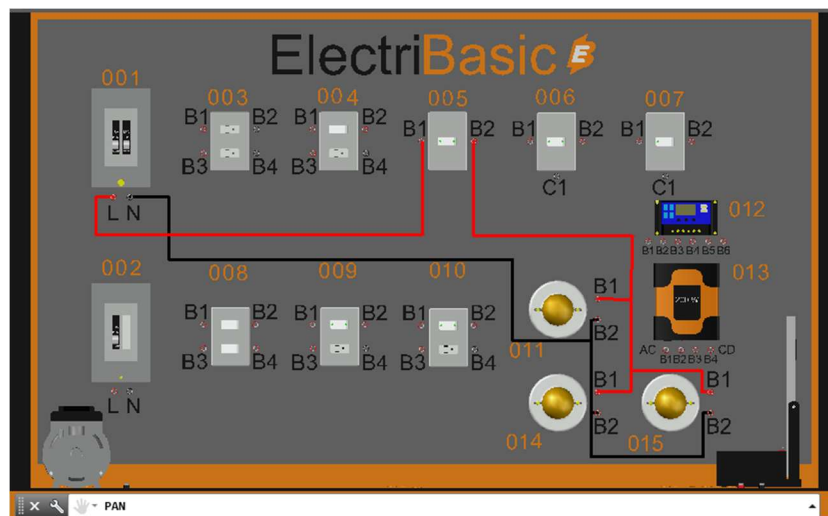

Fig.1 Conexión de diferentes luminarias para observar sus características.
- 5.- Conectar 014-B1 con 015-B1 y 015-B2 (Conexión en paralelo) como se muestra en la Fig 1